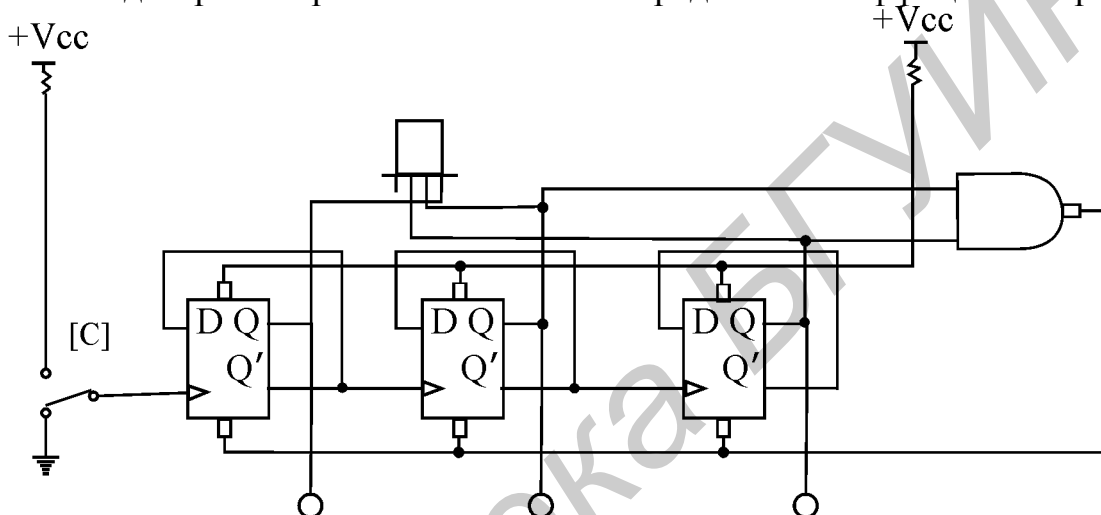

Рис.3.18. Счетчик с измененным коэффициентом пересчета
6.1. Соберите схему, изображенную на рис. 3.18. Включите схему.